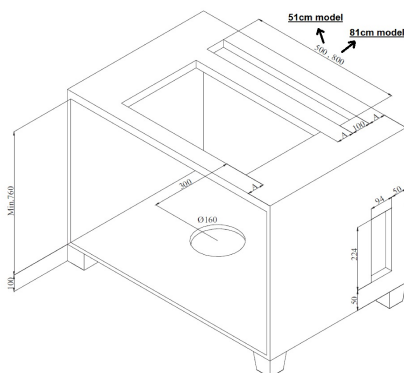

Fig. 9
1. ➤ Hålet som produkten ska monteras i måste ha måtten som på ritningen 100 x 500 mm eller 100 x 800 mm beroende på modell/version (Fig. 9).